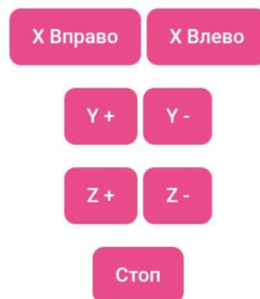

Рисунок 6-5 Окно управления манипулятором с мобильного устройства
- через поисковую строку в браузере перейдите по адресу «4.3.2.1», на вашем устройстве откроется окно управления манипулятором (рис. 6-5).